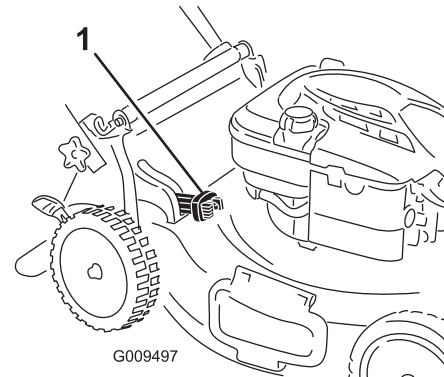

Figura 25
- Para ensacar los recortes de hierba y hojas, presione hacia dentro el botón de la palanca de ensacado a demanda y mueva la palanca hacia delante hasta que salga el botón de la palanca (Figura 25).